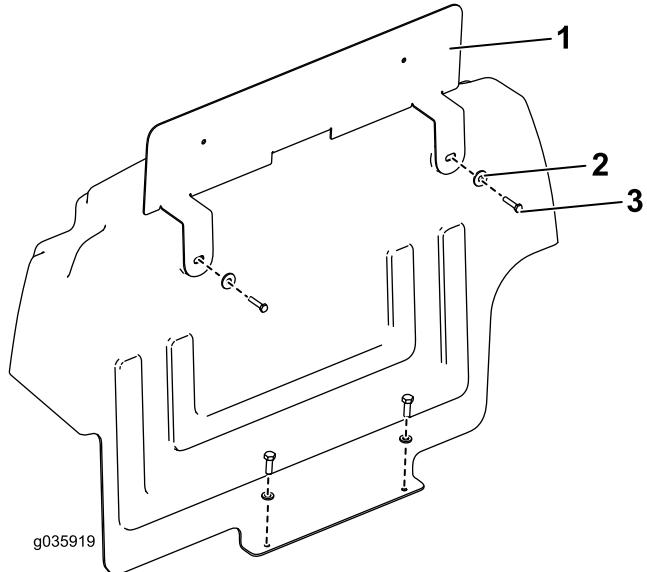

Bild 7
2. Befestigen Sie den unteren Flansch des Schotts mit den in Schritt **6** von **1 Vorbereiten der Maschine (Seite 2)** aufbewahrten Schrauben an der Maschine (**Bild 7**).